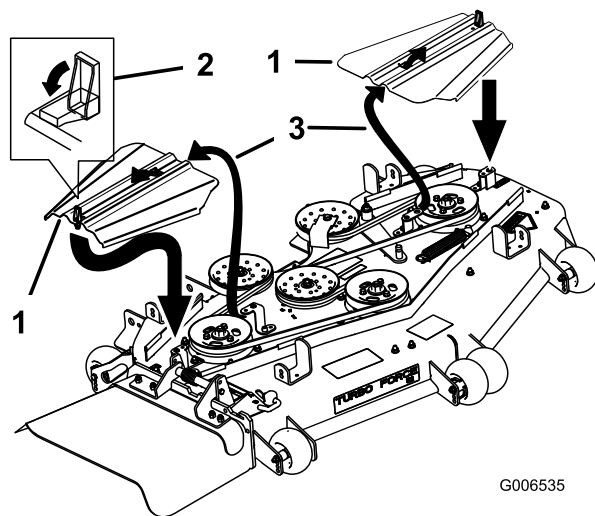

Figura 88
12. Instale as coberturas da correia fazendo deslizar a cobertura para a patilha, instale os parafusos e feche os trincos (Figura 88).